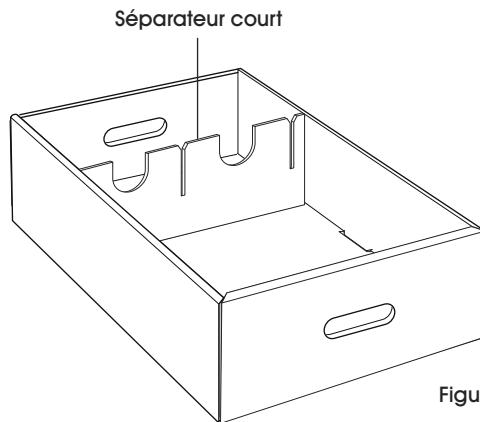

Figure 18
1. Insérez dans la boîte et à la position désirée le séparateur court, arêtes orientées vers le haut. (Voir Figure 18)